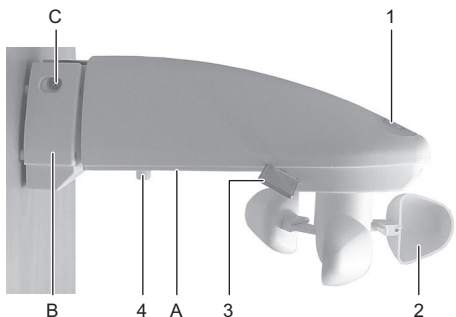

fig. 1 Stazione meteo KNX 4720.MS
- Collegare il cavo da 230 V al morsetto da 230 V (5).
- Bloccare la posizione con la vite di fissaggio (C nella fig. 1).